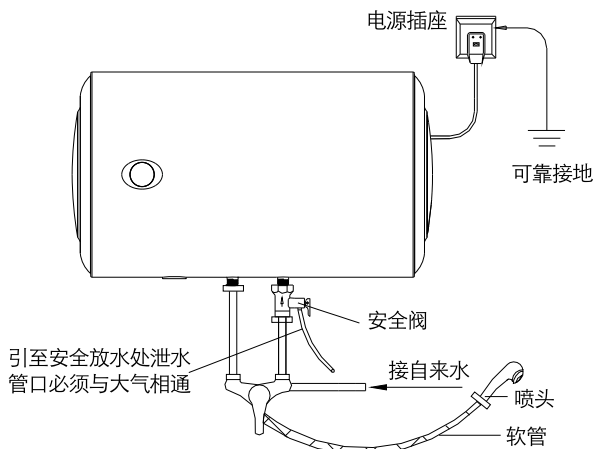
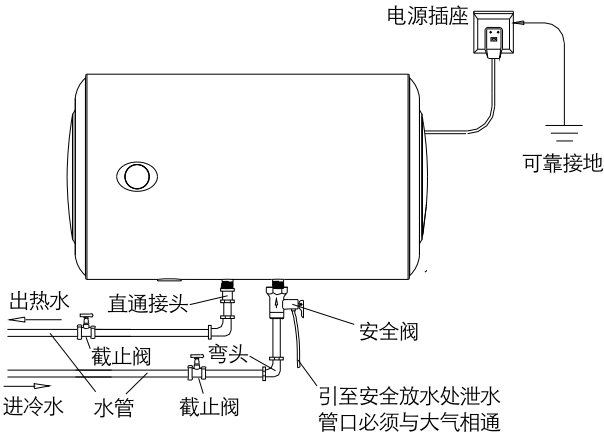

图 4
图 5
- 安装示意图见图4；若用户的水热水器为多路用热水，安装则参考图5所示。